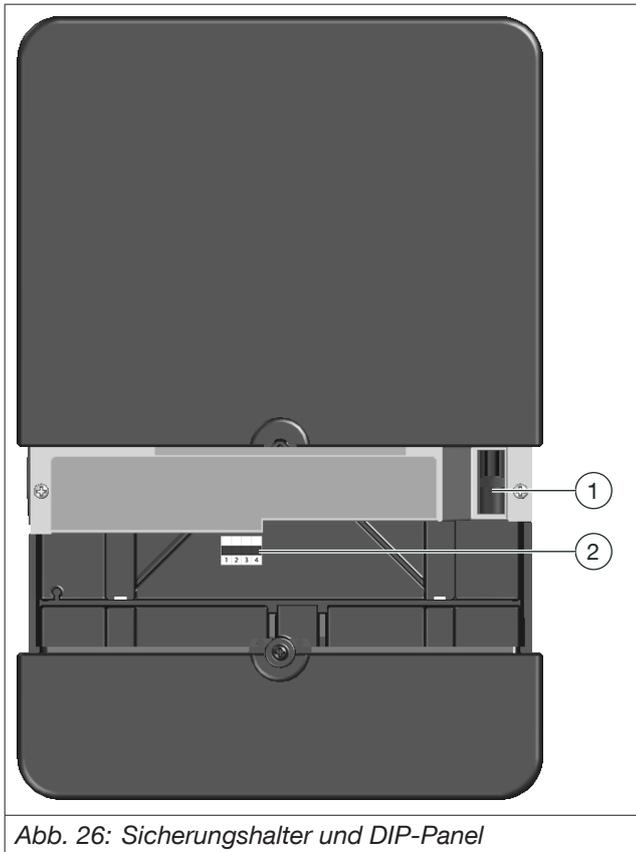

Abb. 26: Sicherungshalter und DIP-Panel
**i** Beachten Sie die Position des DIP-Panels in Abb. 26 auf Seite 32.
**i** Der Notbetrieb kann über die DIP-Schalter aktiviert bzw. deaktiviert werden (siehe Position (2) in Abb. 26 auf Seite 32).